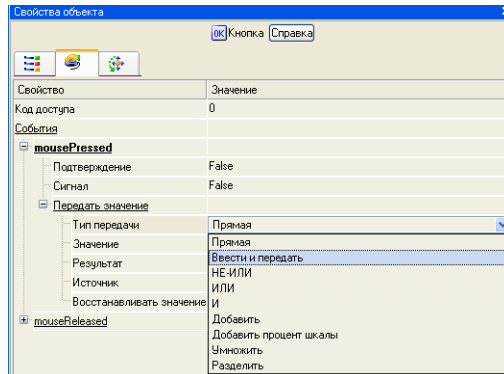

Рисунок 3.4 – Прив'язка до натиснення /кліка мишки
4. Відкрити у вікні властивостей вкладку **Дія**  і ПК розкрити меню **mousePressed (По натисненню)**. Вибрати із списку команду **Передати значення** (див. рис. 3.4).